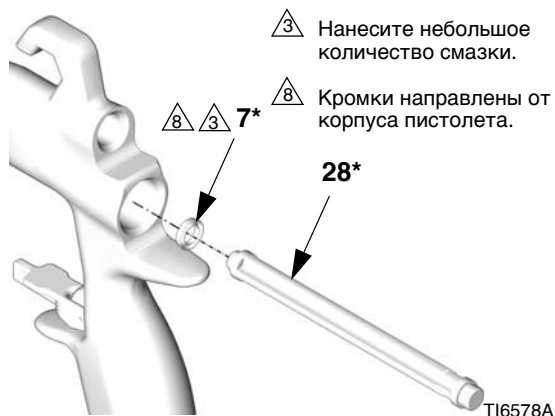

Рис. 41
3. Установите кольцевое уплотнение с и-образным сечением (7\*) на инструмент для установки уплотнения (28\*), кромки уплотнения должны быть направлены к инструменту, как показано в Рис. 41. Протолкните уплотнение в пистолет с задней стороны, пока не услышите характерный щелчок.